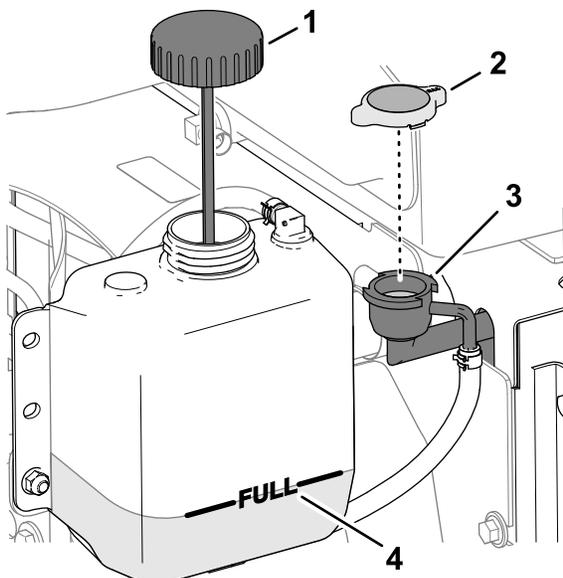

Figure 144
3. Enlevez le bouchon de radiateur avec précaution (Figure 144).
Remarque: Le niveau de liquide de refroidissement est correct lorsqu'il atteint le haut du goulot de remplissage du radiateur (Figure 144).